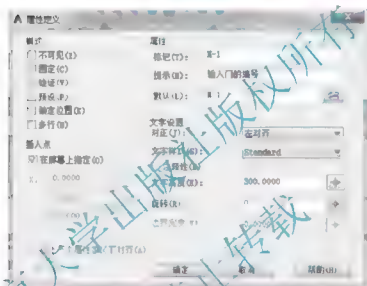

图 3.67 【属性定义】对话框的设定
(1) 执行菜单栏中的【绘图】|【块】|【属性定义】命令, 则打开了【属性定义】对话框。
(2) 如图 3.67 所示, 设定【属性定义】对话框后单击【确定】按钮, 对话框关闭, 此时门编号“M 1”的左下角点附着到光标处, 这是因为对话框中【文字选项】选项区中的【对正】方式为左对齐。
- 在图 3.67 中,【属性定义】对话框中的【值】文本框内设定的,是插入图块时命令行出现的属性的默认值。通常将经常使用的属性值或较复杂的属性值设定为默认值。
- 在图 3.67 中,【属性定义】对话框中不要勾选【锁定位置】复选框,否则被插入“门”图块的编号位置会被锁定,无法修改。
注意,在第(6)步中命令行出现的“输入门的编号 M-1 :”是图 3.67 中自己设定的提示(输入门的编号)和值(M-1)。